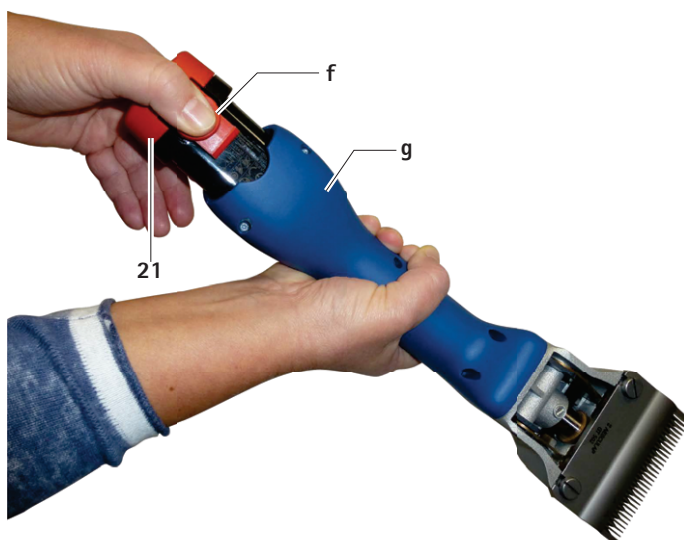

Fig. 1
- Tenere la tosatrice ad accumulatore **g** con la testa di tosatura rivolta verso il basso, in modo che l'accumulatore a ioni di litio **21** non cada quando viene staccato, vedere Fig. 1.